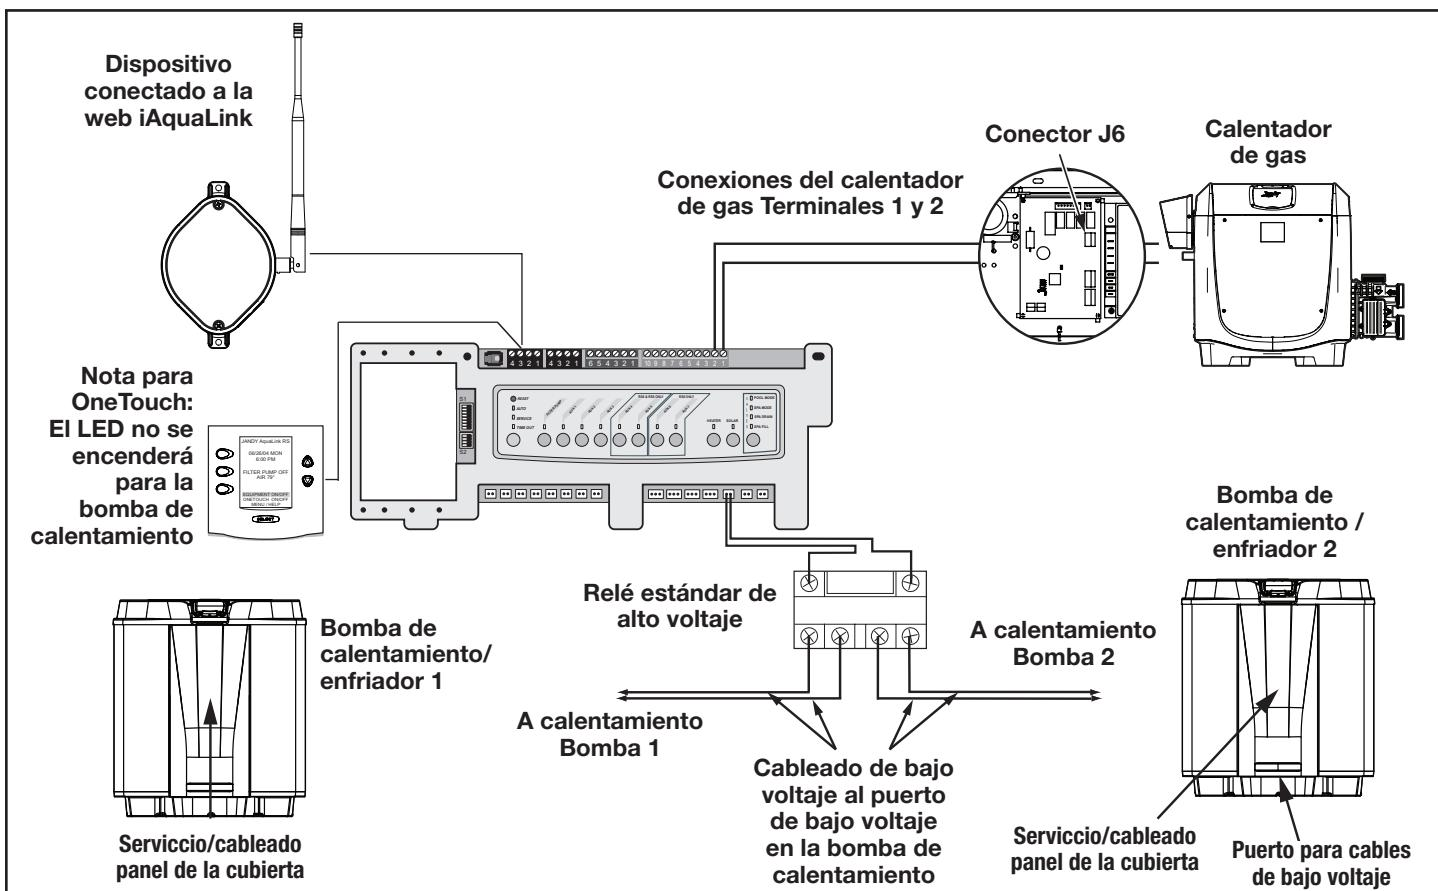

**Figura 18. Conexión del calentador Jandy JXi al centro de energía**
2. Tienda un cable de 4 conductores desde el conector rojo de 4 pines de la interfaz de energía de la bomba de calentamiento Air Energy o del calentador JXi hasta el conector rojo de 4 pines del centro de energía (consulte la Figura 18).